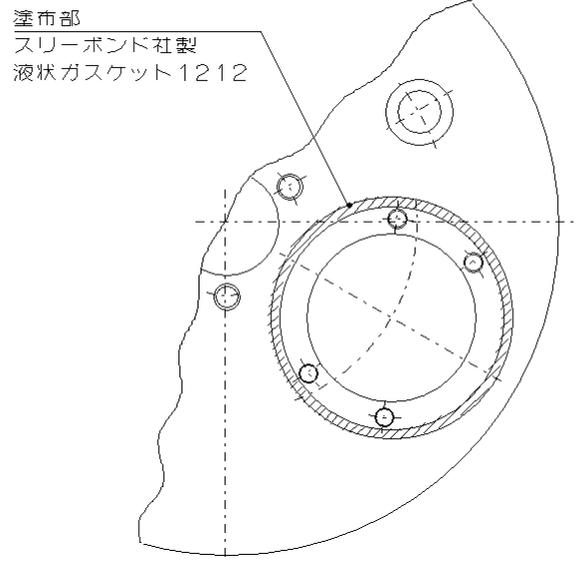

図 9
- ⑧ ボデーと球面ブッシュ嵌合部の古い液状ガスケットを取り除き、水分・汚れ等を拭き取った後、スリーボンド社製液状ガスケット 1212 を塗布します。(図 9 参照)